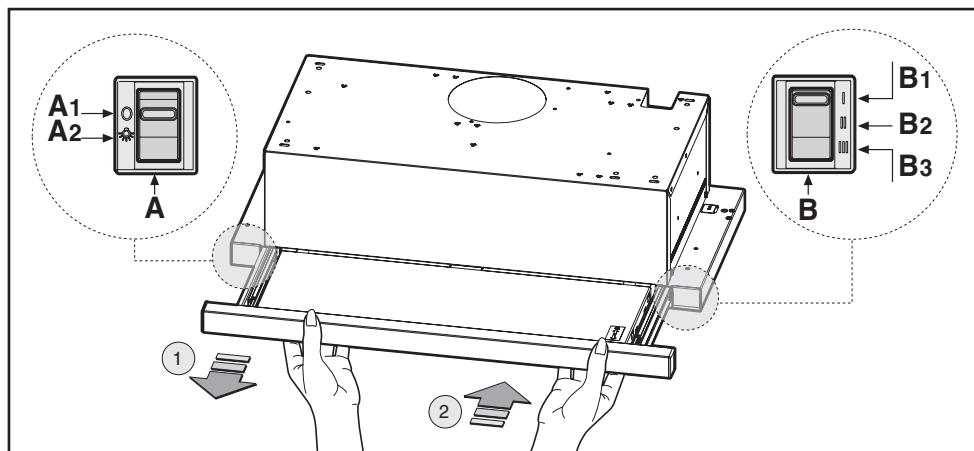

Fig.9
• **Comandi slider (Fig.9) la simbologia è di seguito riportata:**